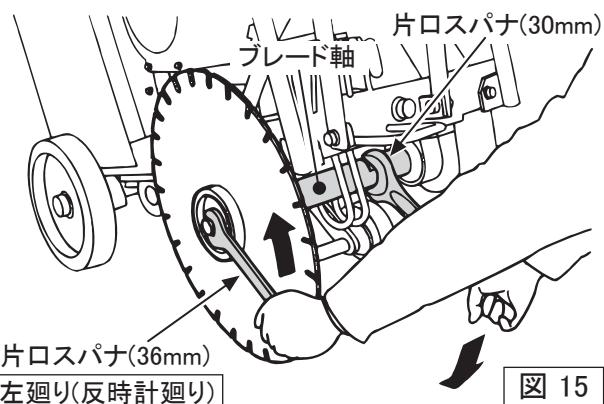

図 15
2. 締付ナット(左ネジ)を締め付ける時は、付属工具のスパナを使用します。36mmの片口スパナは締付ナット(左ネジ)用で、30mmの片口スパナは空回りを防ぐためにブレード軸の中心に近い場所にある切込み部にセットします。2本のスパナで確実に締め付けます。(図15)